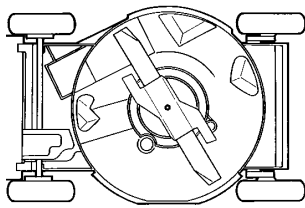

Figure 22
3. Basculer la tondeuse sur le côté gauche (Fig. 22). Eviter de faire tourner la lame, pour ne pas provoquer de problèmes de démarrage.